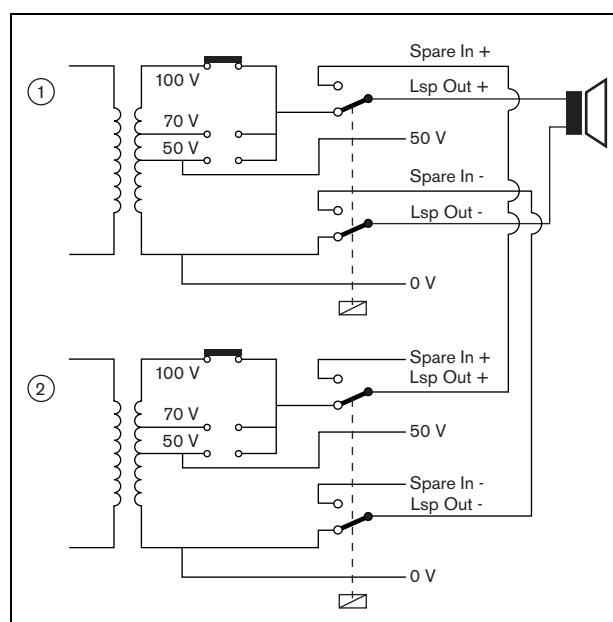
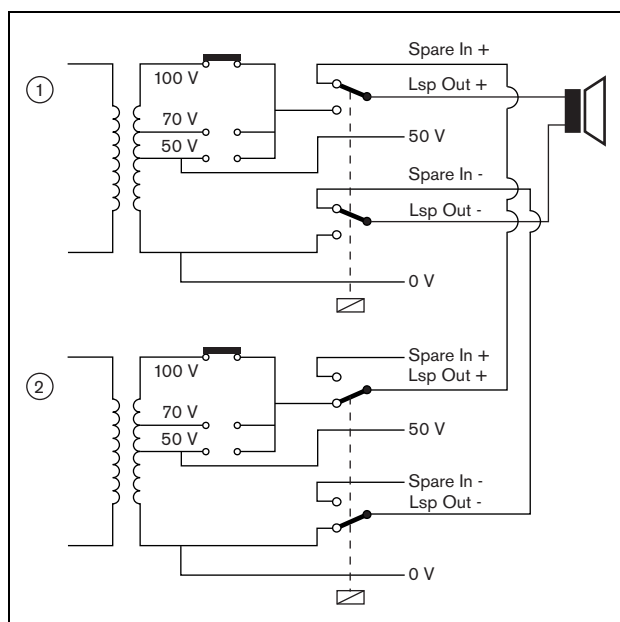

figura 9.8: Amplificador de potência, antes da comutação de reserva
figura 9.9: Amplificador de potência, após a comutação de reserva
A comutação de reserva real é levada a cabo por um relé. Consulte na figura 9.8 a situação antes da comutação de reserva e na figura 9.9 a situação após a comutação de reserva. Desde que o amplificador de potência principal (1) funcione correctamente, este relé é energizado (consulte a figura 9.8) e o áudio é encaminhado para a linha dos altifalantes (terminais *Lsp Out+* e *Lsp Out-*). O amplificador de reserva (2) não encaminha qualquer áudio, uma vez que não tem ligação com qualquer linha de altifalantes.
No momento em que o amplificador de potência (1) se desliga, o relé fica sem energia e os interruptores passam às posições por defeito: *Spare In -* e *Spare In +* (consulte a figura 9.9). Isto significa que a saída de áudio do amplificador de reserva (2) é encaminhada para a linha dos altifalantes através do amplificador principal (1). As definições da configuração (consulte a secção 44.3) das saídas de áudio são transferidas do amplificador de potência principal para o amplificador de potência de reserva. As definições da configuração das entradas de áudio, entradas de controlo e saídas de controlo não são transferidas para o amplificador de potência de reserva.